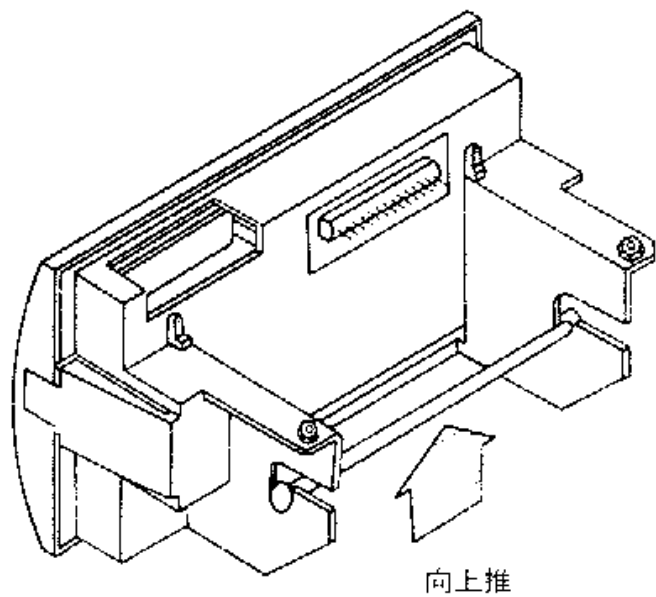

图 2-9. 用力取下纸卷轴
- (3) 从打印机上取下纸卷轴（见图 2-9）。如果打印机上已